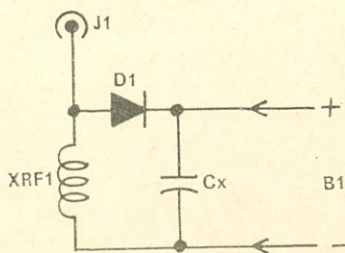

FIG. 3 — Fonte de alimentação para o monitor de CW.
1) Substitua a bateria B1 pelo circuito da Fig. 3, tendo o cuidado de observar a polaridade do diodo D1;